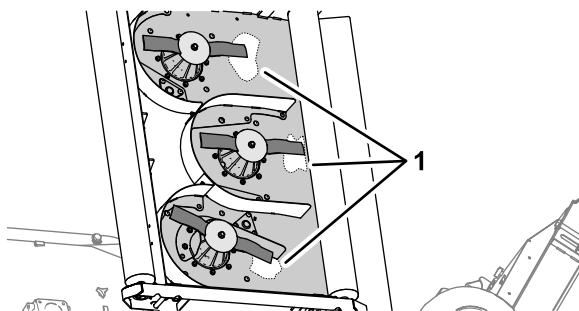

Рисунок 71
2. Очистите нижнюю часть деки газонокосилки в зоне, находящейся рядом с режущей кромкой в задней части ножа (Рисунок 71).